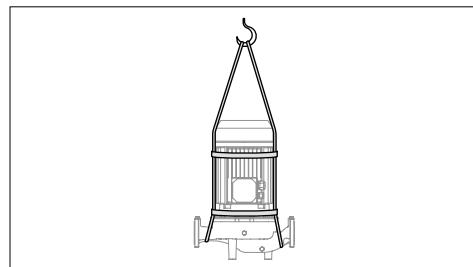

FIG.1: Att lyfta 3E-pumpar med hjälp av remmar
VARNING! FÖR ATT LYFTA ELLER FLYTTA ELPUMPEN, ANVÄND EN LÄMPLIG REM FÖR VIKTEN UTAN ATT LUTA DEN FÖR MYCKET (FIG. 1),
- Skruva loss bullen mellan pumpens hölje och motorfästet och ta ut motorn i axelns längdriktning. Använd lämpligt lyftredskap vid lyft/förflyttning av pumpen. (FIG 1)